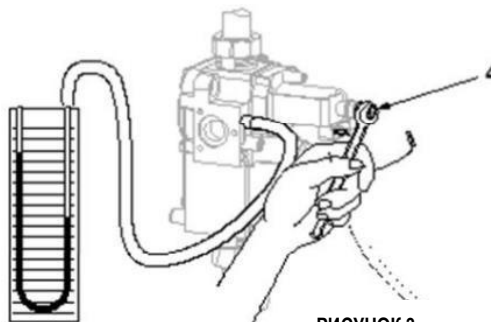

РИСУНОК 3
- Отсоедините кабель питания регулируемого электромагнитного клапана (см. рисунок 3).
- Поверните винт 4 с помощью отвертки (см. рисунок 3)